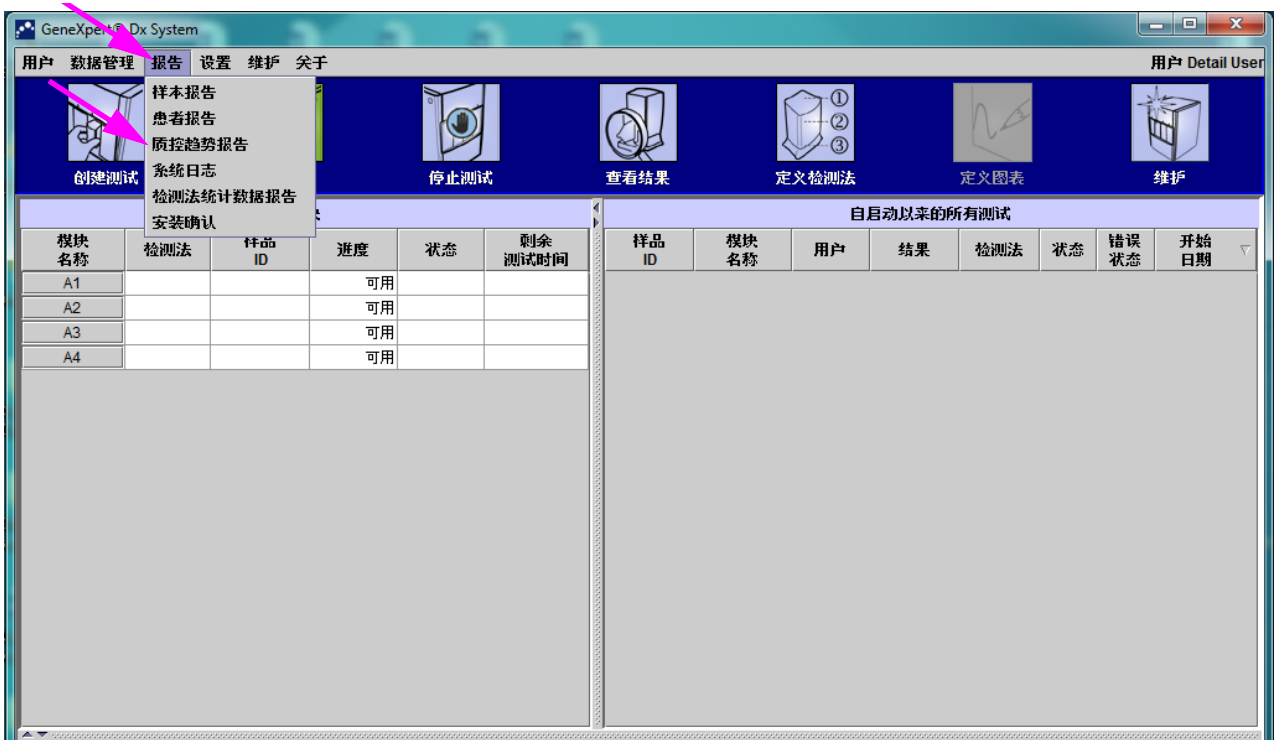

图 6-1. “GeneXpert Dx System” 屏幕显示 “报告” 菜单
1. 在“GeneXpert Dx System”窗口的“报告”菜单上中，单击**质控趋势报告**（参见图 6-1）。此时会出现“质控趋势报告”对话框。参见图 6-2。